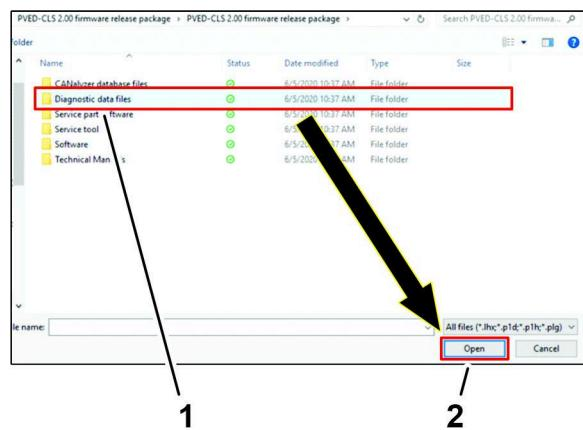

Figura 50
4. Haga clic en la carpeta Diagnostic data files, y haga clic en el ícono OPEN (Abrir) (Figura 50).